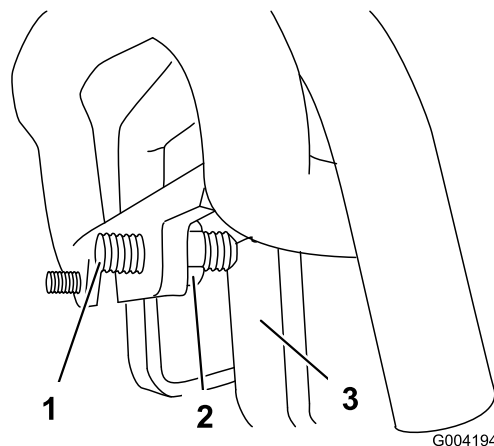

Figura 55
3. Se il trattore devia verso **sinistra**, allentare il controdado **destro** e regolare la vite di registro sulla parte anteriore del comando della trazione (Figura 55).
4. Se il trattore devia verso **destra**, allentare il controdado **sinistro** e regolare la vite di registro sulla parte anteriore del comando della trazione (Figura 55).